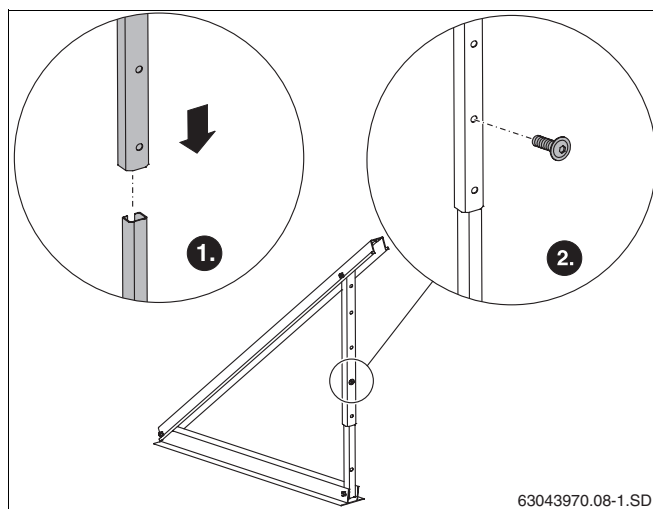

Fig. 11 Unirea șinelor telescopice
- Se inserează șinele telescopice între ele și se fixează cu șurub M8 × 20 (Fig. 11).